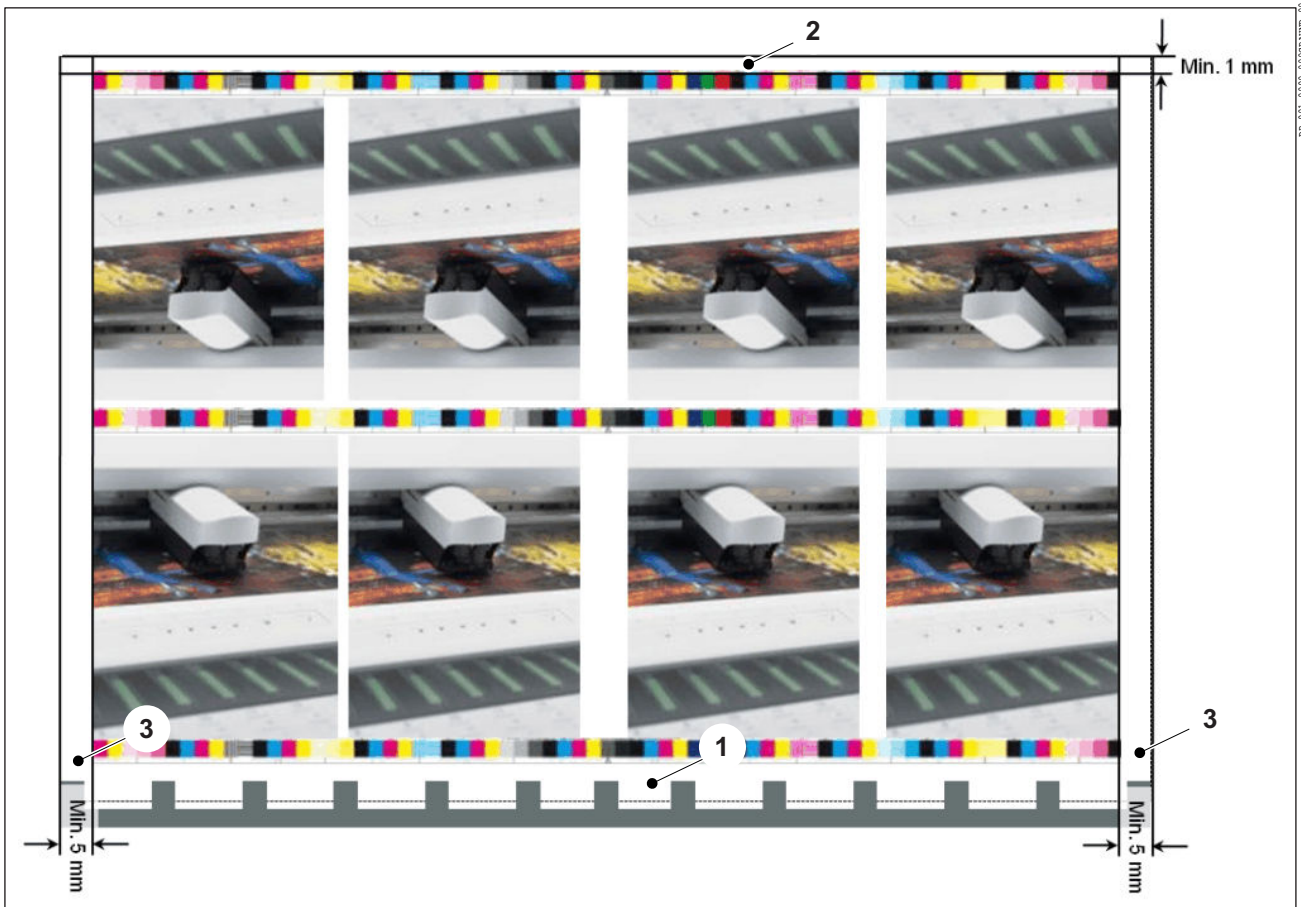

Abb. 23 Montage Prinect Axis Control am Prinect CP2000 Center
- Sie können den Druckkontrollstreifen an jeder beliebigen Position zwischen Greifferrand (Abb. 23/1) und Bogenhinterkante (Abb. 23/2) montieren.
- Zur automatischen Papierweißmessung und Erkennung des Druckkontrollstreifens müssen zwischen den seitlichen Papierkanten und dem Beginn des Druckkontrollstreifens mindestens 5 mm Papierweiß sein (Abb. 23/3).